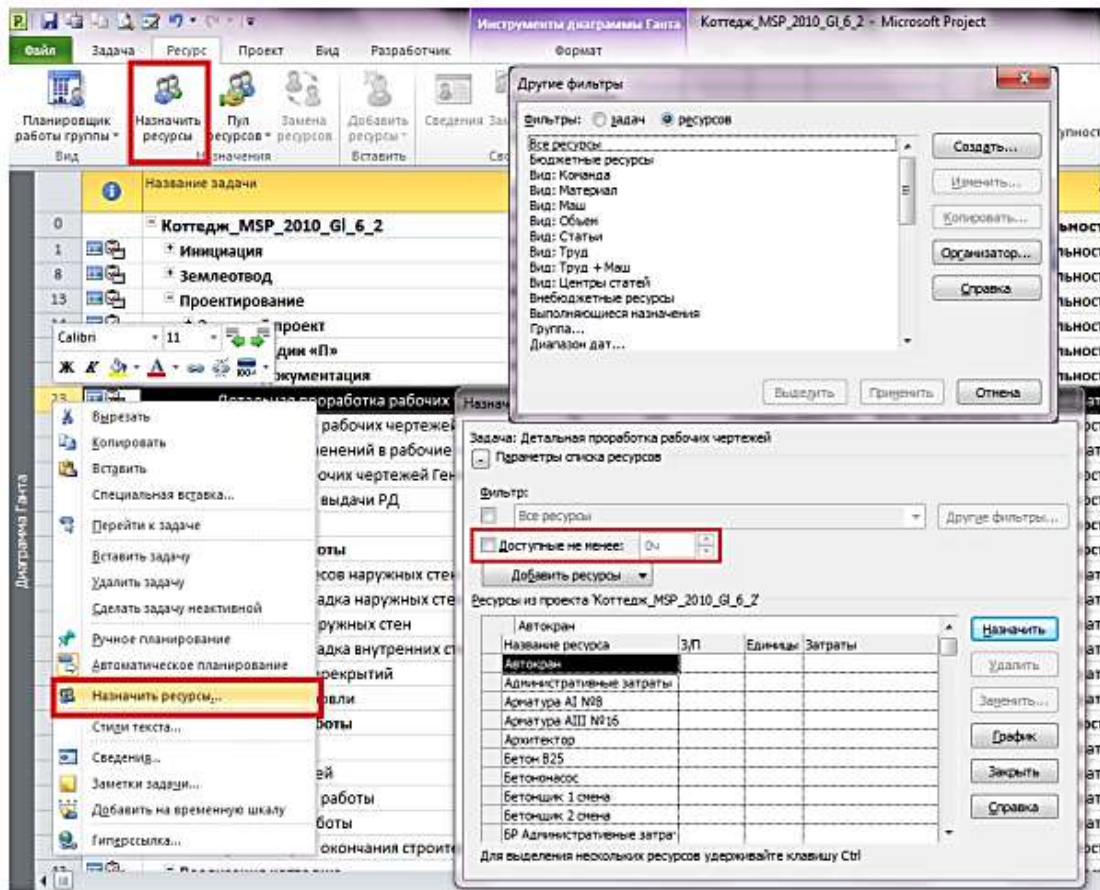

Рис. 27. Призначення ресурсів
1. У поданих діаграмах Гантта, використанні завдань, ресурсів, мережевих діаграм потрібно на закладці "Ресурс" натиснути кнопку "Призначити ресурс" і в області "Ресурси з проекту ..." виділити необхідні ресурси або ресурс і натиснути кнопку "Призначити". Якщо необхідно, то в колонці "Одиниці" потрібно вказати необхідну кількість ресурсів для виконання роботи. У випадку, якщо список ресурсів дуже великий або необхідно вибрати (відфільтрувати за фільтром або групою) певні ресурси, то можна скористатися фільтром у "Параметрах списку ресурсів" вікна "Призначення ресурсів" (рис. 27).